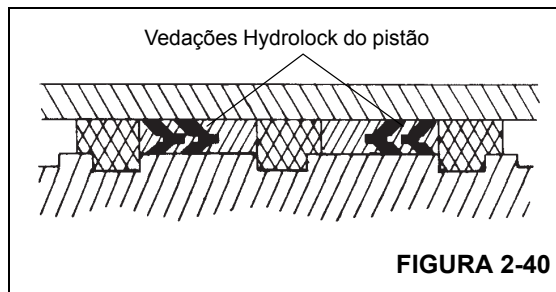

FIGURA 2-40
10. Instale as vedações hydrolock de reposição na parte externa do pistão. Verifique se os dois "vês" nas vedações hydrolock apontam um para o outro (consulte a Figura 2-40).